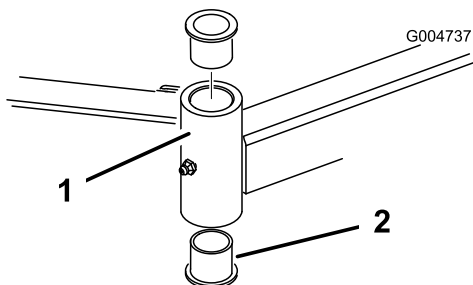

Figure 83
4. Insérez un chasse-goupille dans le haut ou le bas du tube de montage et chassez la bague hors du tube (Figure 83). Chassez ensuite l'autre bague. Nettoyez l'intérieur des tubes de montage.